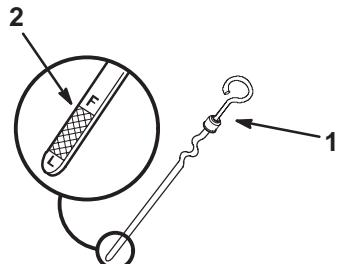

Figure 45
5. Enfoncez la jauge complètement dans le goulot de remplissage. Sortez de nouveau la jauge et examinez l'extrémité métallique (Fig. 45). Si le niveau est bas, versez lentement juste assez d'huile dans le goulot de remplissage pour amener le niveau au repère du plein (F).